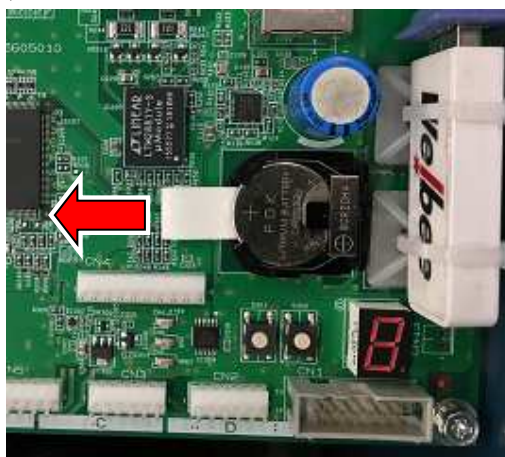

図7. 絶縁シートの取り外し
- (9) 拡張ボード(E2648P00)上のリチウム電池についている絶縁シートを引き抜いてください。(図7)